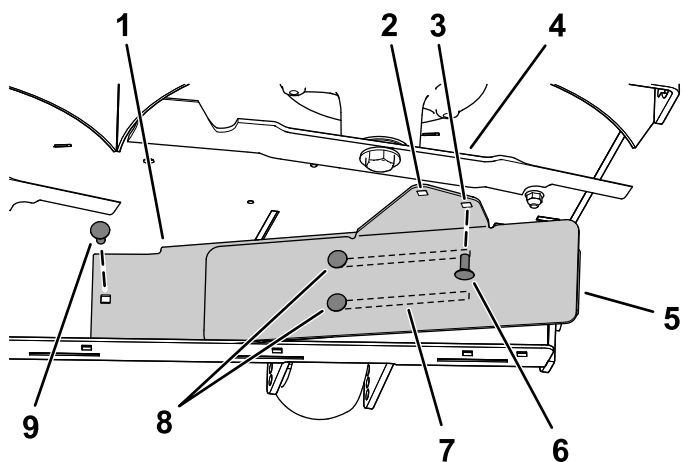

Figura 10
3. Instale el lado izquierdo del deflector con un perno de cuello cuadrado ( $\frac{5}{16}$ "  $\times$   $\frac{3}{4}$ ") y una tuerca con arandela prensada ( $\frac{5}{16}$ " ), como se muestra en la Figura 10.
4. Afloje los 2 pernos de cuello cuadrado ( $\frac{5}{16}$ "  $\times$   $\frac{3}{4}$ ") en las ranuras del deflector, y deslice el deflector hasta que el orificio esté alineado con el orificio de la carcasa de corte (Figura 10).
5. Instale el deflector como se muestra en la Figura 10.
- Importante:** Asegúrese de usar el orificio correcto para el deflector; consulte la Figura 10.
6. Apriete los 2 pernos de cuello cuadrado ( $\frac{5}{16}$ "  $\times$   $\frac{3}{4}$ ") en las ranuras del deflector (Figura 10).